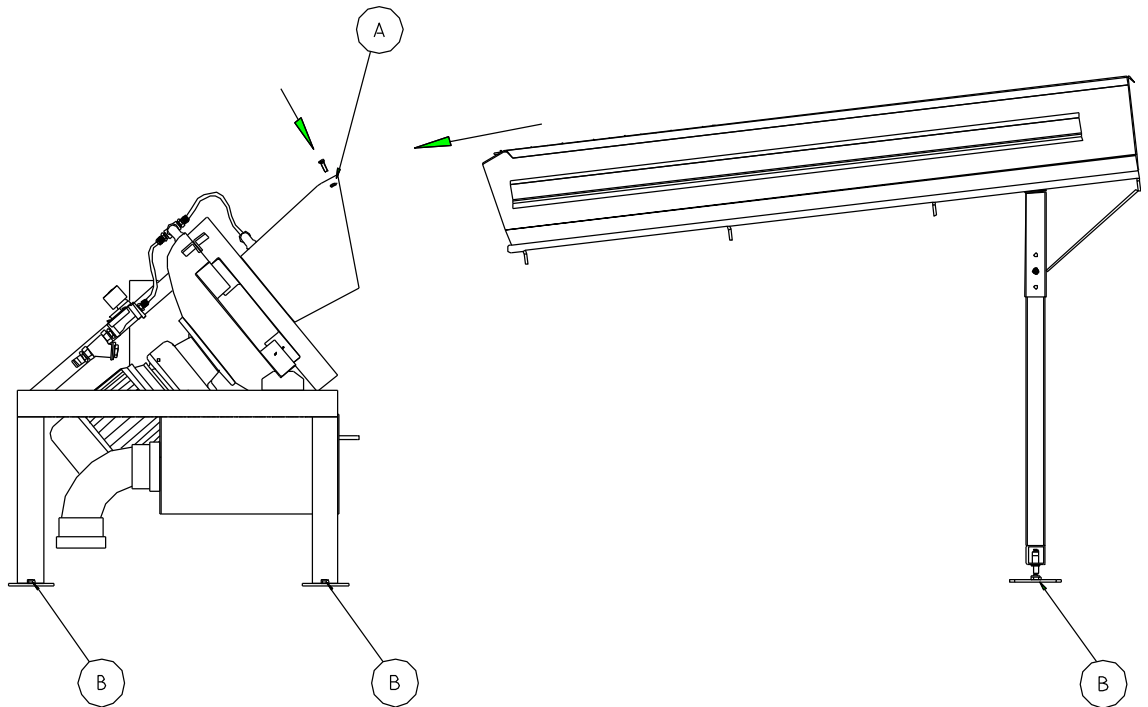

Figure 10 : Montage de BT 1300
- III. Visser en place le bac de balles en utilisant les deux vis fournies. Voir Figure 10 en (A).
- IV. Visser les six pieds dans le support. Voir Figure 10 en (B).